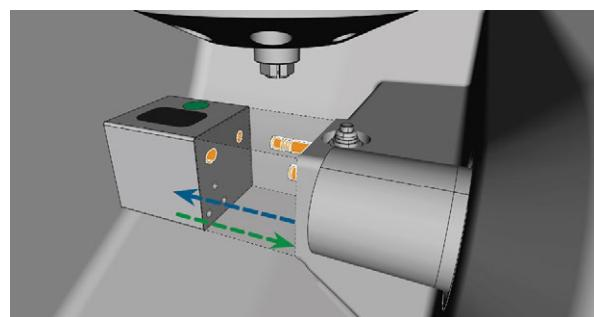

FIG. 46 REMPLACER LE MAGASIN D'OUTILS (SUPPORT DU MAGASIN D'OUTILS ET TROUS DANS LE MAGASIN D'OUTILS MARQUÉS EN ORANGE)
3. Si un magasin d'outils incorrect est monté, retirez-le en tirant sur le support du magasin d'outils (Fig. 46 sur la page précédente, flèche bleue).
6. Branchez le magasin d'outils sur le support du magasin d'outils (Fig. 46 sur la page précédente, flèche verte) :